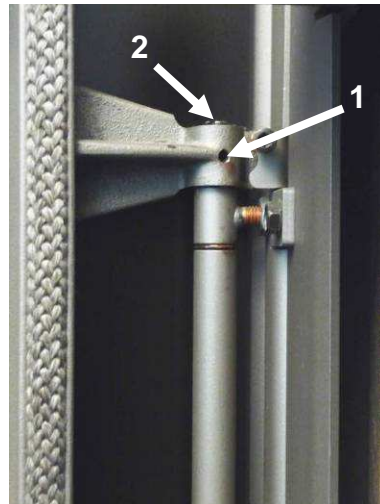

Abbildung 27: Nachstellen der Federspannung
Die Feder im Türscharnier soll sicherstellen, dass die Tür selbsttätig schließt. Ist dies nicht oder nicht mehr gewährleistet, kann die Feder nachgespannt werden: Dazu die Stellschraube mit Sechskantschlüssel lösen (Abbildung 27 Pfeil 1).
Schraubendreher in den Schlitz, oben im Scharnierbolzen einführen (Abbildung 27 Pfeil 2) und nach links drehen, festhalten und gleichzeitig die Feststell-Schraube (1) wieder anziehen.